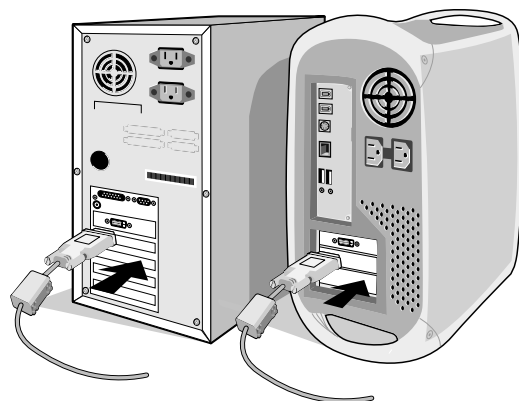

Figura A.1
2. **Para PC o MAC con salida digital DVI:** Conecte el cable de señal DVI al conector de la tarjeta de visualización de su sistema (**Figura A.1**). Apriete todos los tornillos.
**Para PC con salida analógica:** Conecte el cable de señal del mini D-SUB de 15 clavijas al conector de la tarjeta de visualización de su sistema (**Figura A.1**).